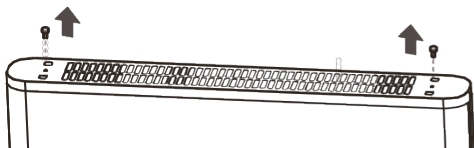

Abb. 1
1. Drehen Sie den Heizkörper gemäß Abb. 1 auf den Kopf, mit dem Unterteil nach oben, und drehen Sie die vorhandenen Schrauben heraus.